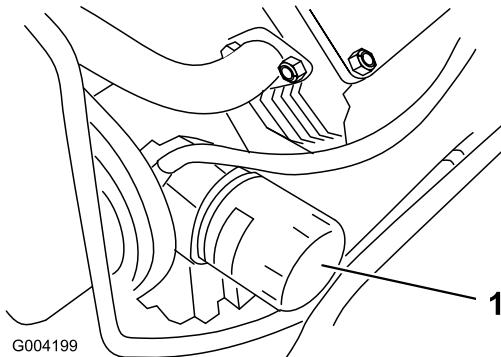

Figure 35
- Enlevez le filtre à huile usagé (Figure 35) et essuyez la surface du joint de l'adaptateur.